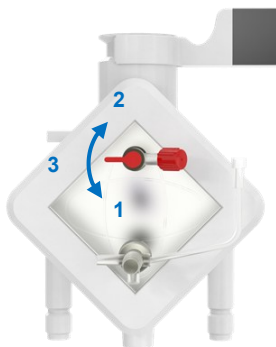

Figure 23 Vanne de dégazage de l'oxygénateur
- Tournez la vanne rouge de l'oxygénateur vers le bas en position pré-filtre (Figure 23, Position 1 ; avant le filtre artériel).
- Tournez la vanne rouge de l'oxygénateur vers le haut en position post-filtre (Figure 23, Position 2 ; après le filtre artériel).
- Tournez la vanne rouge de l'oxygénateur en position pré-filtre (Figure 23, Position 1 ; avant le filtre artériel).
- Tournez la vanne rouge de l'oxygénateur en position post-filtre (Figure 23, Position 2 ; après le filtre artériel).